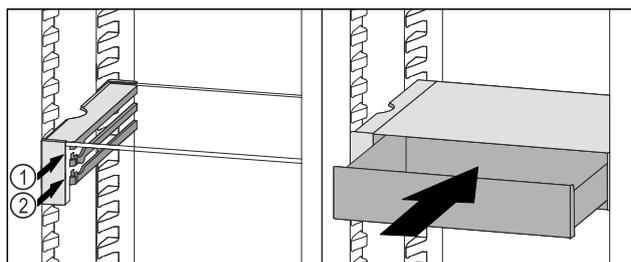

Fig. 86
- ▶ Coloque el cajón VarioSafe en la nervadura deseada Fig. 86 (1) o Fig. 86 (2) detrás de los toques.